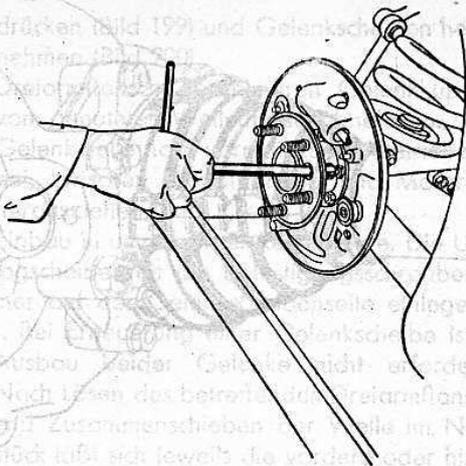

Bild 192
3. Schrauben an Hinterachsrohrflansch lösen (Bild 192).